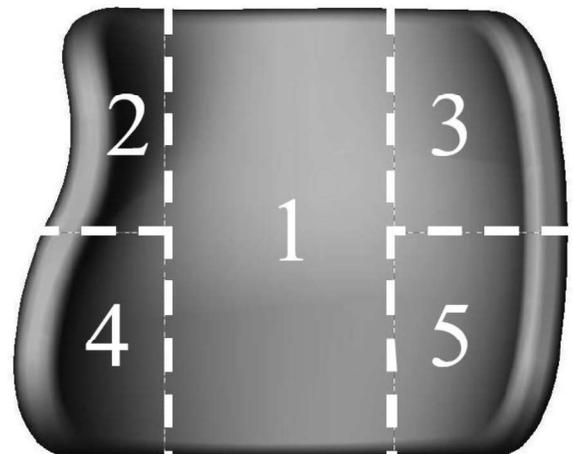

Abbildung 25
Jede Axxis-Rückenstütze hat fünf Verstellbereiche. Die zentrale Zone (1) in **Abbildung 25** erstreckt sich von oben nach unten und steuert das **vertikale Profil** der Rückenstütze.
Abbildung 25 zeigt die rechte Hand des Kunden Thoraxflügels (Zone 2) in der maximal nach innen gerichteten Position und die übrigen Flügel (Zonen 3, 4 & 5) in ihrer maximal nach außen gerichteten Position.